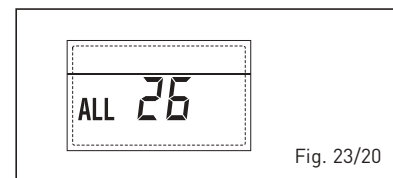

Fig. 23/20
– **ANOMALÍA COHERENCIA APLICACIÓN SOLAR “ALL 27” (fig. 23/21)**